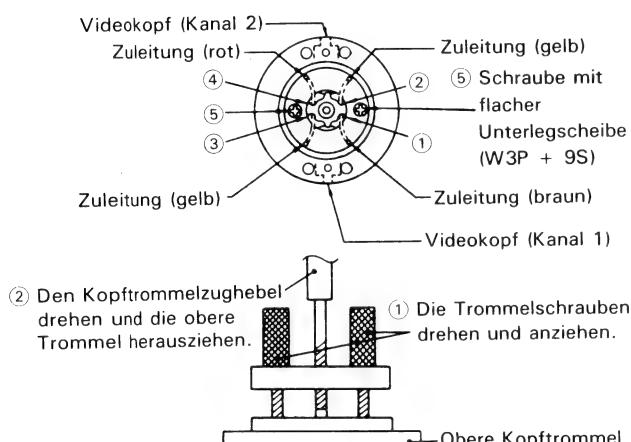

Abbildung 1-28.
### ● Auswechseln (siehe Abb. 1-28)
1. Die neue, obere Kopftrommel in die in Abb. 1-28 gezeigte Lage bringen und die Zuleitungen richtig verlegen.